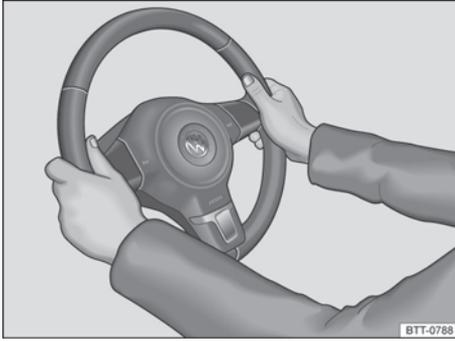

Fig. 67 En el volante: posición equivalente a las 9 y las 3 horas.
- Ajuste el volante de forma que pueda sujetarlo con las dos manos por los lados, por su parte exterior, en la posición equivalente a las 9 y las 3 horas → fig. 67 con los brazos ligeramente flexionados → ⚠️.
- Con el fin de reducir el peligro de sufrir lesiones en caso de que se dispare el airbag frontal del conductor, durante la conducción sujete siempre el volante por los lados, por su parte exterior, con las dos manos en la posición equivalente a las 9 y las 3 horas → fig. 67.